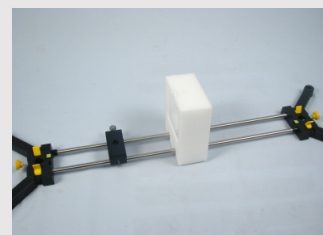

Рисунок 5
3. Помістіть ковзну опору і сонячний колектор на штативні стрижні, як показано на рис. 5. Якщо це можливо, розлашуйте сонячний колектор посередині установки.